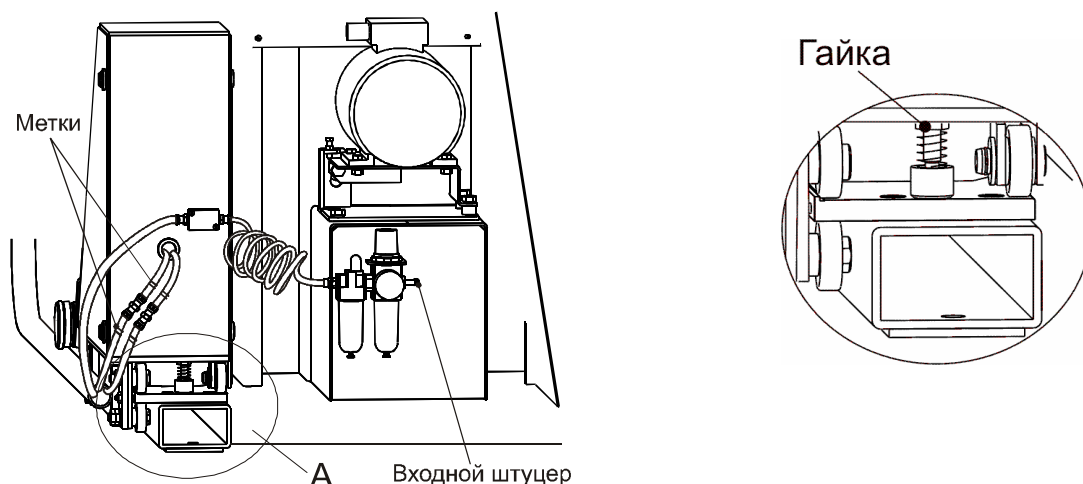

Рисунок 2.4
2.1.3.5 Усилие перемещения лифта по горизонтали отрегулировать при помощи гайки. При перемещении гайки вниз усилие возрастает, и наоборот, рисунок 2.4.